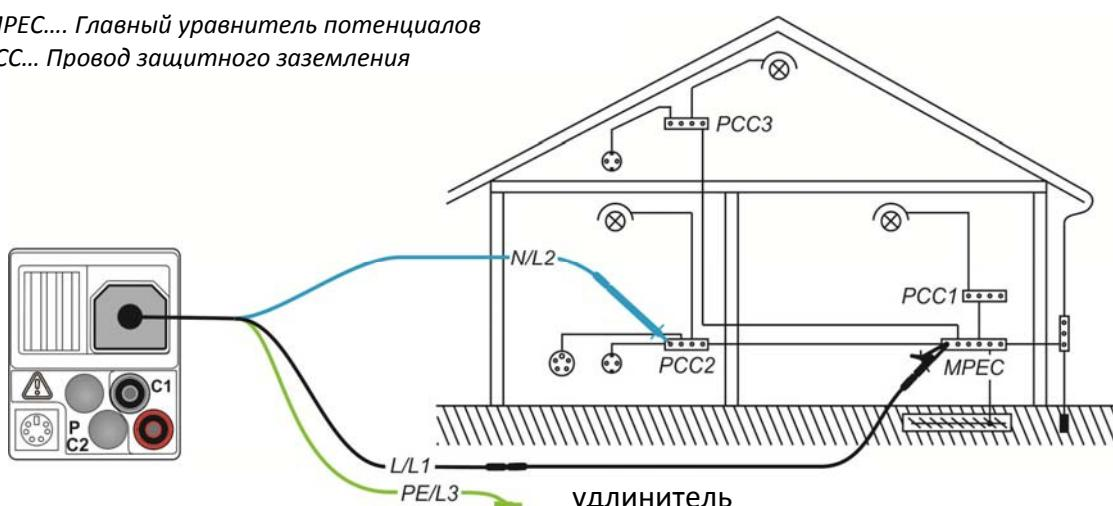

Рисунок 5.12: Подключение 3-х проводного тестового кабеля плюс дополнительного удлинительного кабеля
- **Подключите** испытательные выводы к соответствующей проводке защитного заземления PE (см. *Рисунок 5.12: Подключение 3-х проводного тестового кабеля плюс дополнительного удлинительного кабеля*).